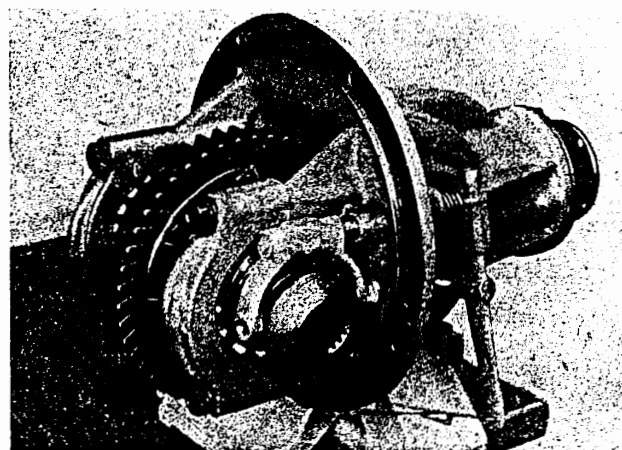

Bild H 34. Sperre eingerastet – Schalthebel angebunden
13. Durch mehrmaliges Einrasten der Sperre Funktion überprüfen. Ist ein einwandfreies Lösen nicht feststellbar, muß eine neue Drehfeder eingebaut werden. Um Schwierigkeiten beim Einbau des Achsgetriebes in den Achskörper zu vermeiden, wird der Schalthebel mit Draht am Gehäuse befestigt. Dabei muß entsprechend Bild H 34 die Sperre eingerastet sein.